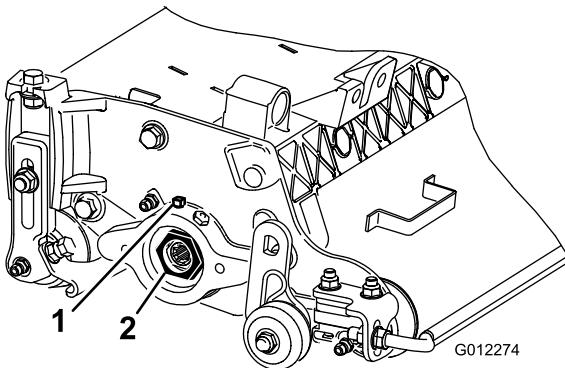

Figura 10
- Afloje el tornillo de fijación exterior que sujeta la tuerca de ajuste del cojinete al alojamiento del cojinete situado en el lado izquierdo de la unidad de corte (Figura 10).